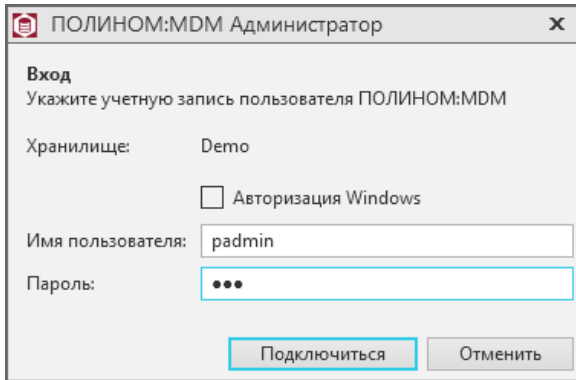

Рис. 4.45
2. Подключитесь к хранилищу, нажав кнопку **Подключиться** в верхней части окна (рис. 4.44). В открывшемся окне выберите способ авторизации (рис. 4.45).